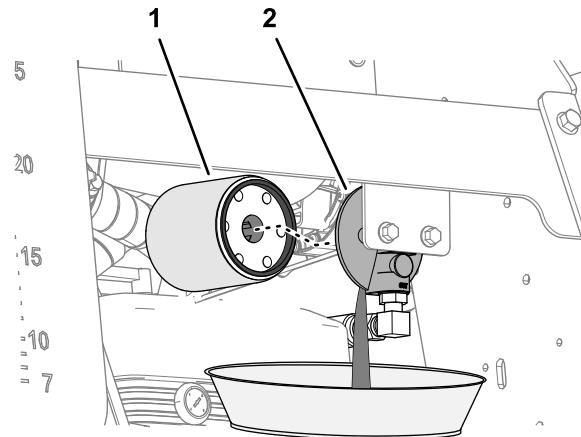

Figure 101
4. Placez un bac de vidange d'au moins 3 L (3 pts américaines) sous le filtre (Figure 101).
5. Déposez le filtre et vidangez le liquide hydraulique (Figure 101).